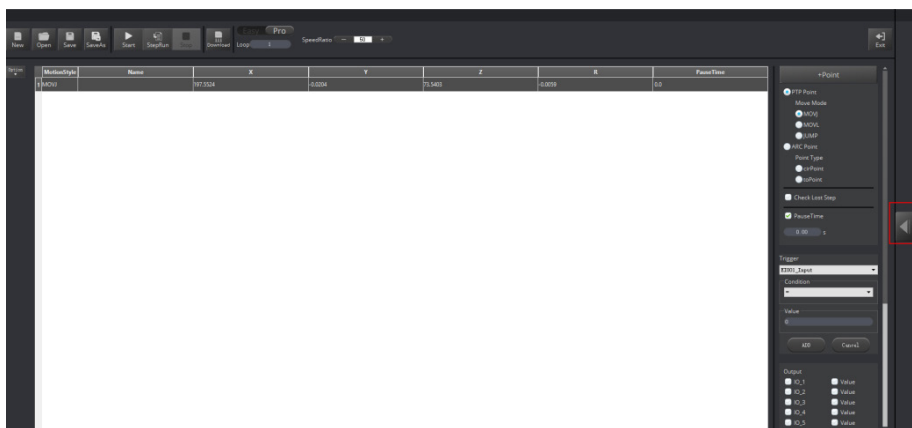

Figura 65: Exibição do painel de operação
- 3.3. Clique em  para exibir o **Operation Panel**, como mostrado na Figura 65.